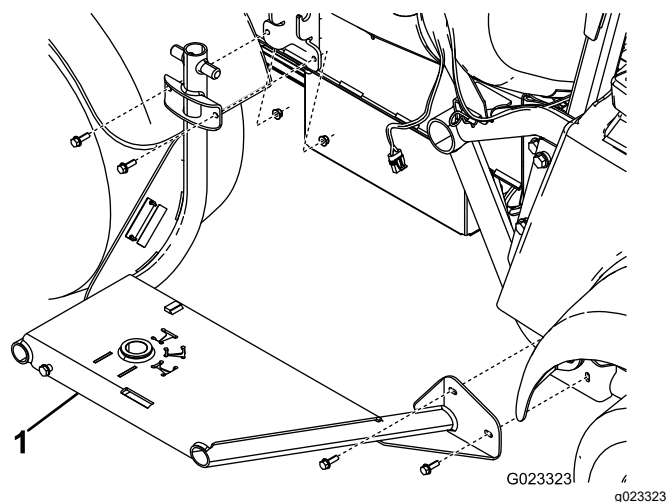

Figura 8
1. Montai cadrul tamburului pentru furtun în partea laterală a mainii utilizând 4 uruburi (5/16") i 4 piulițe cu guler (5/16") aa cum se arată în Figura 8.